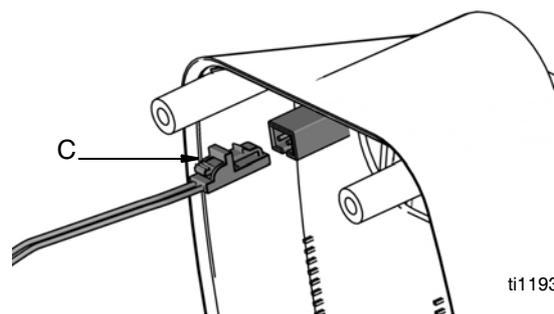

FIG. 33
5. Débrancher le conducteur de l'électrovanne (C) (FIG. 33).